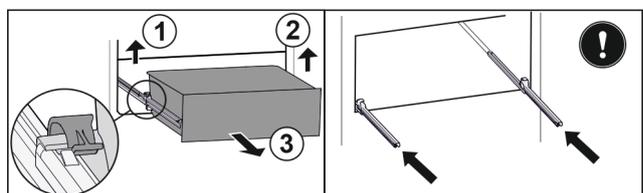

Fig. 34
- Linke Klemme anheben und gleichzeitig Schubfach links nach vorne ziehen. Fig. 34 (1)
- Rechte Klemme anheben und gleichzeitig Schubfach rechts nach vorne ziehen. Fig. 34 (2)
- Schubfach nach vorne entnehmen. Fig. 34 (3)